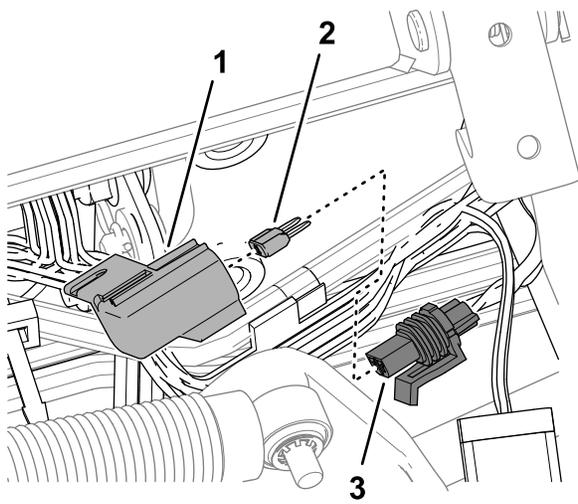

Figura 104
- Retire el tapón del portafusibles en línea marcado 10 A FUSE TELEMATIC PWR ( ) Figura 104.